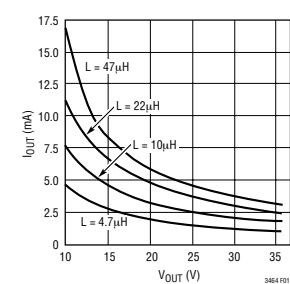
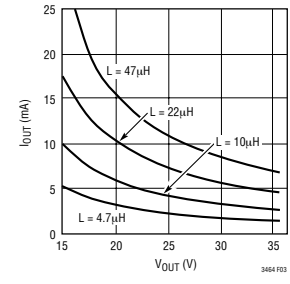

图 1：VIN = 3.6V 时的最大输出电流
图 3：VIN = 8.4V 时的最大输出电流
式中的 V_F 为肖特基二极管前向电压， I_{LIM} 为开关电流限值， t_{OFF} 为开关截止时间， V_{CESAT} 为开关饱和电压。请参见电气规格。图 1 至图 3 示出了由 (2) 式和 (3) 式在采用降低了 20% 额定值的电感器和 LT3464 最差规格情况下得出的最坏情况最大输出电流。还应注意的是，对于某些应用来说，最大输出电流被输出断接电路限制于 25mA。